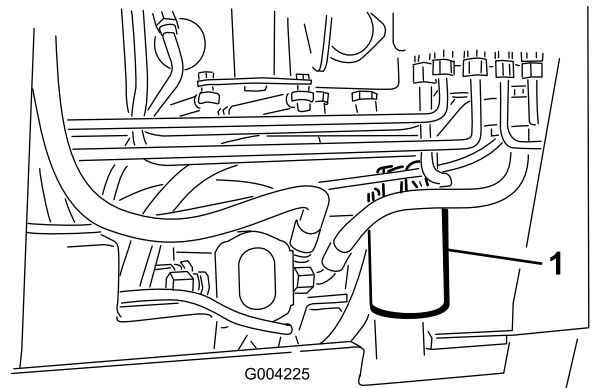

Figura 61
4. Coloque um recipiente de escoamento debaixo do filtro (Figura 61).
5. Remova o filtro de óleo antigo (Figura 61) e limpe a superfície da junta do adaptador do filtro.
7. Coloque o filtro hidráulico de substituição no adaptador do filtro (Figura 61). Aperte-o no sentido dos ponteiros do relógio até que a junta de borracha toque no adaptador do filtro e, em seguida, aperte o filtro mais 3/4 volta.